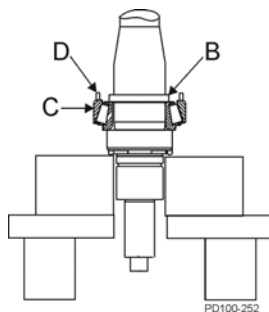

Abbildung 80 – Montieren des inneren und äußeren Distanzstücks sowie der unteren Schale
- Schieben Sie das innere Distanzstück (Abbildung 80, Pos. B) auf die Welle bis zum unteren Konus und der Rollenbaugruppe.